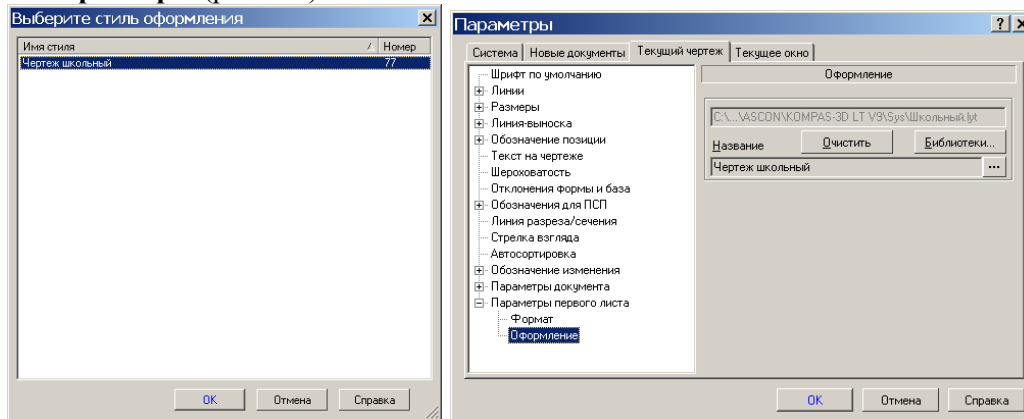

Рис. 7.5. Выбор стиля оформления.
- 5) в окне **Параметры** (рис. 7.5) также нажмите **ОК**.